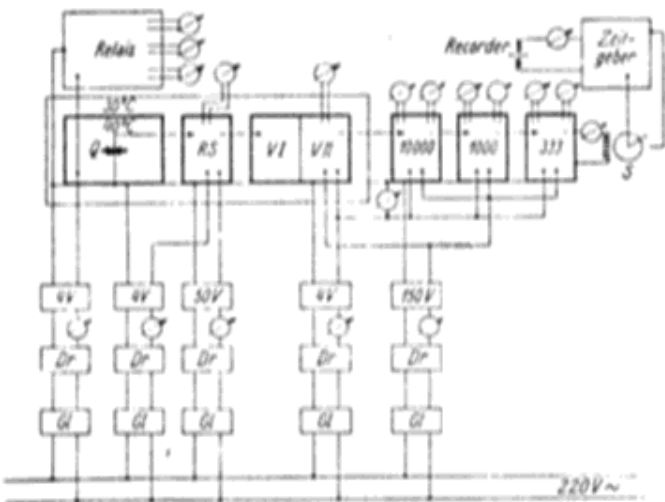
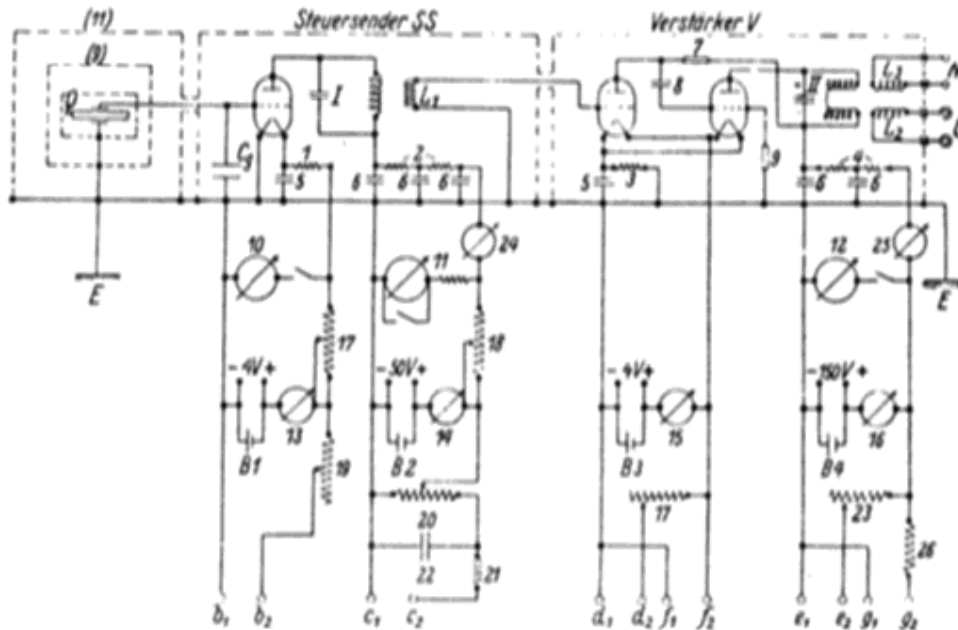

Fig. 1.
Abb. 2 Schaltbild von Steuerquarz, Steuersender, Verstärker.
Im Jahre 1931 begannen Dr. Scheibe und Dr. Adelsberger in der PTR an derartigen Quarzschwingerschaltungen mit dem Ziel zu experimentieren, eine Schwingung mit hoher Konstanz zu erzeugen und diese über Monate, wenn möglich über Jahre hinweg ununterbrochen aufrechtzuerhalten (s. Literaturverzeichnis 3). Da man wußte, daß die Eigenresonanzfrequenz der Oszillatorquarze stark von der Temperatur abhängig, baute man sie in einen Doppelthermostaten ein. Mit einem großen wärmeisolationstechnischen Aufwand an Material und an elektrischer Heizungsregelung ließ sich die Temperatur im Innenraum, wo sich der in einer Vakuumröhre eingeschlossene Quarz befand, auf $0,002^{\circ}\text{C}$ konstant halten. Die Oszillatorschaltung nach Pierce wurde mit einer Röhre RE 134 aufgebaut, die mit einer konstant gehaltenen Heizspannung von nur 3,2 V betrieben wurde, um eine möglichst lange Lebensdauer der Röhre zu erreichen. Die ebenfalls konstant zu haltende Anodenspannung von 50 V wurde auch über gepufferte Batterien erzeugt. Der Quarzstab war für seine 2. Eigenschwingung (1. Oberschwingung) als Longitudinalschwinger der Frequenz 60000 Hz ausgelegt. Das Schaltungsschema der gesamten Anlage geht aus Fig. 1 (3) hervor, das eigentliche Herz der Uhr, der Steuersender und die Verstärker aus Abb. 2 (5). Auf die Verstärker folgten Frequenzteiler-